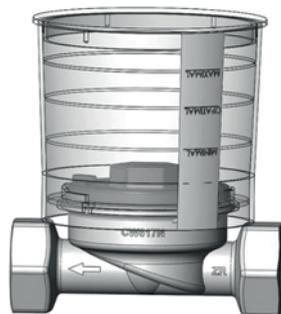

Abb. 1
2. UPT werden mit eingelegtem Dichtring und fest eingeschraubtem Deckel ausgeliefert (siehe Abb. 1). Bei UPT mit Gewindeanschluss weiter mit Ziff. 1.3. Bei UPT mit Lötanschluss: Einputzhilfe, Deckel und Dichtring entfernen. Anschlüsse löten und abkühlen lassen. L-Dichtring ins UPT unterhalb des Kopfgewindes in die dafür vorgesehene Nut einlegen, den Deckel sorgfältig dichtschrauben und Einputzhaube montieren (siehe Abb. 2).